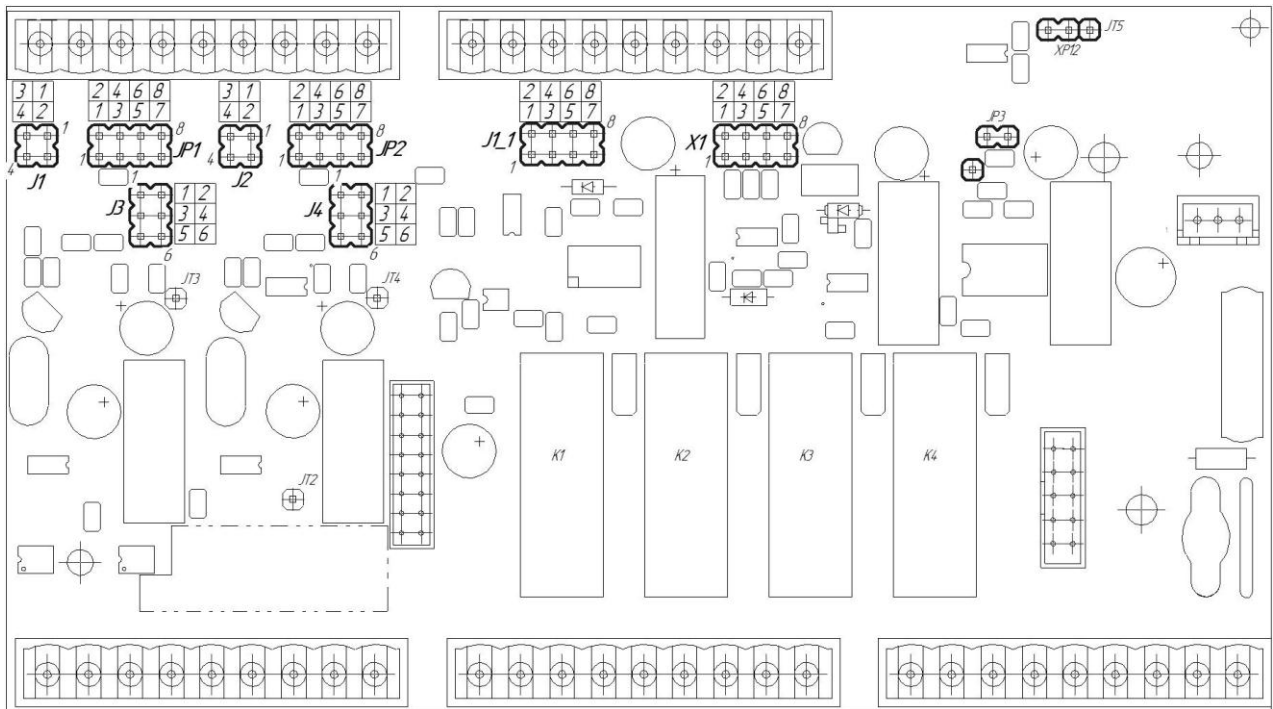

Рисунок 4.6 – Положение перемычек на плате входов
- установить положение переключателей на модуле универсальных входов в положение согласно выбранного типа входного сигнала (таблица 4.9.1, рисунок 4.6).
| Тип входного сигнала | Код входа при заказе регулятора | Параметр меню конфигурации | Положение переключек на модуле универсальных входов (рис.4.6) | |
Диапазон аналоговых выходов АО1 и АО2, настраивается перемычками X1 и J1_1 (см. рисунок 4.6) на модуле универсальных входов/выходов. Типы выходного сигнала и соответствующие положения перемычек приведены в таблице 4.9.2.